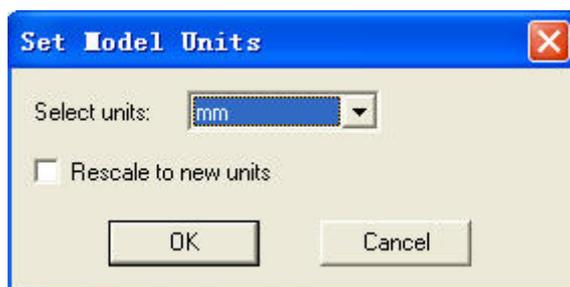

图 4 选择长度单位
2) **设置模型长度单位**：在主菜单中选择 **【Modeler】** → **【Units】** 命令，打开图 4 所示的 Set Model Units 对话框，在该对话框中 Select units 项中选择 mm 单位，即从 Select units 项下拉列表中选择 mm，然后单击 **Ok** 按钮，完成设置。